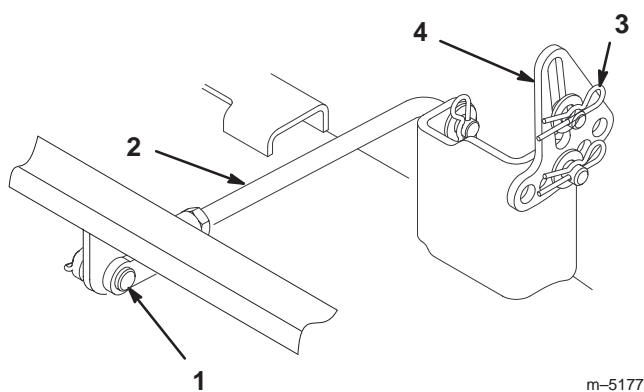

Figure 45
4. Retirez la goupille fendue et l'axe de chape de la tige du tourillon arrière (Fig. 45) de chaque côté du plateau de coupe.
5. Enlevez la goupille fendue et la rondelle des pattes de mise à niveau (Fig. 45) de chaque côté du plateau de coupe. Notez le trou de montage de la patte de mise à niveau en prévision de la repose. Dégagez les pattes de l'axe de montage.
4. Fixez le tourillon arrière à la machine à l'aide de l'axe de chape et de la goupille fendue (Fig. 45) de chaque côté du plateau de coupe.
5. Glissez les pattes de mise à niveau sur les axes de montage et fixez-les à l'aide des rondelles et des goupilles fendues (Fig. 45).